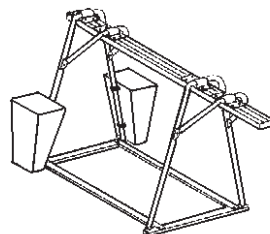

Fig.3
6. Introduisez dans chaque conteneur 153 kg de lest pour un total de 306 kg, pour un chevalet d'une portée maximale de 300 kg, puis fermez les conteneurs avec un couvercle et verrouillez-les (cf. fig.3). Il est absolument interdit de remplir les conteneurs de lestage avec du liquide.